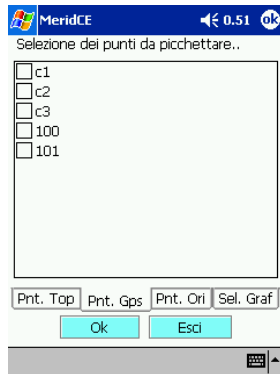

fig. 126
- a. **Pnt. GPS** per ritrovare i punti già rilevati fig 126. Per scegliere i punti basta attivare le caselle corrispondenti